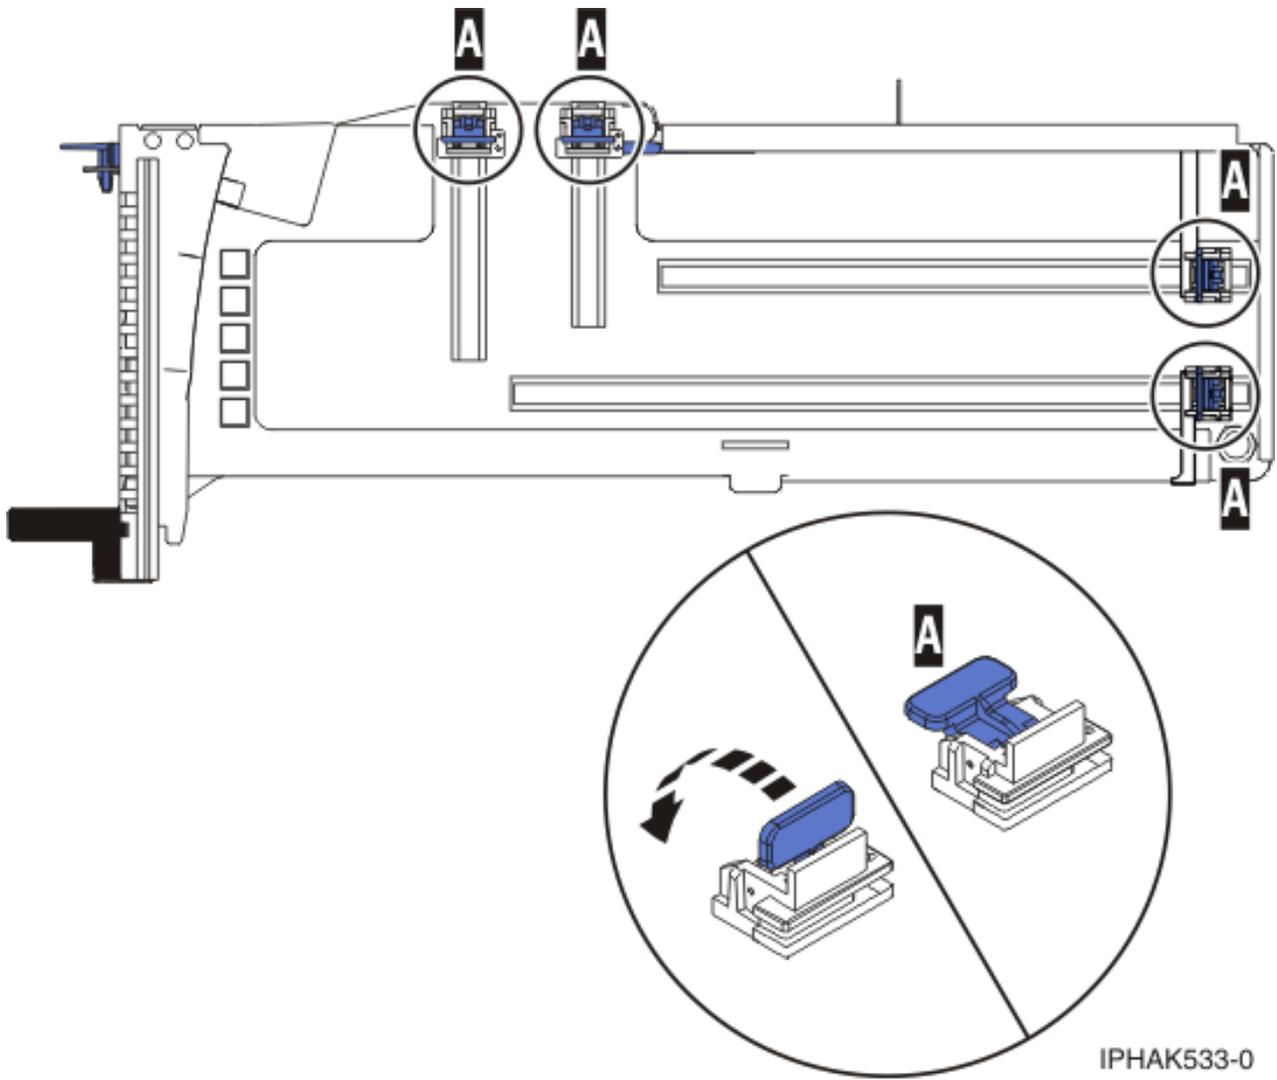

Figure 91. Crochets de retenue
- b. Vérifiez que tous les crochets de retenue de carte (**A**) sont repoussés vers les bords de la cassette pour permettre l'installation de la carte. Pour plus d'informations, voir figure 91, à la page 202.